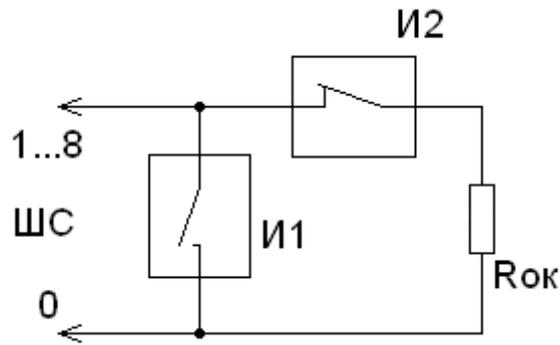

Рис. 3.3.
3.9. Схема подключения извещателей к БУ приведена на рис. 3.3.